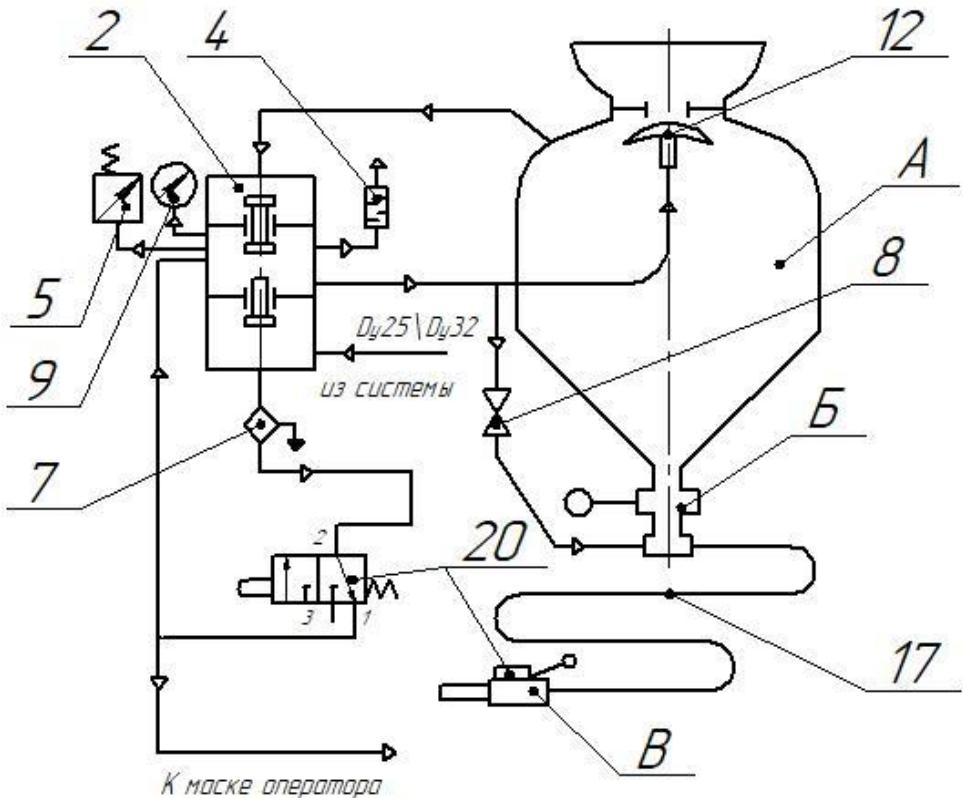

Рисунок 3. Аппарат струйной очистки.
#### 4.3 Пневматическая схема аппарата (рис.3) включает:
4.4 Система пневмоэлементов аппарата (рис.3) позволяет обеспечить очистку сжатого воздуха от масла, влаги, механических включений в фильтре 7 и подачу его на пневмораспределитель 20. Подача очищенного воздуха для дыхания оператора осуществляется также через фильтр.
#### 4.5 Принцип работы (рис.3).